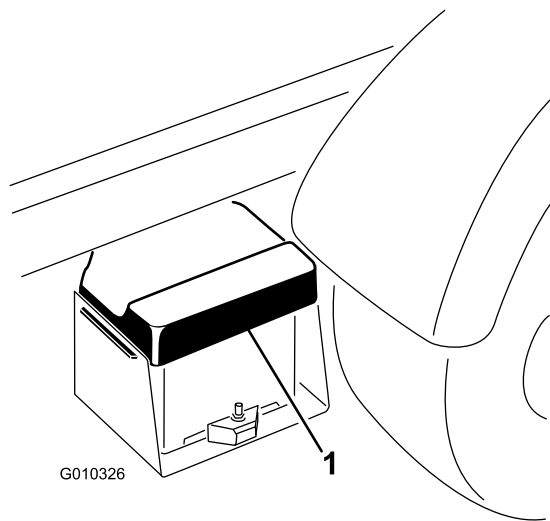

Figure 49
1. Appuyez sur le couvercle de la batterie pour dégager les pattes de la base de la batterie, et déposez le couvercle de la base (Figure 49).